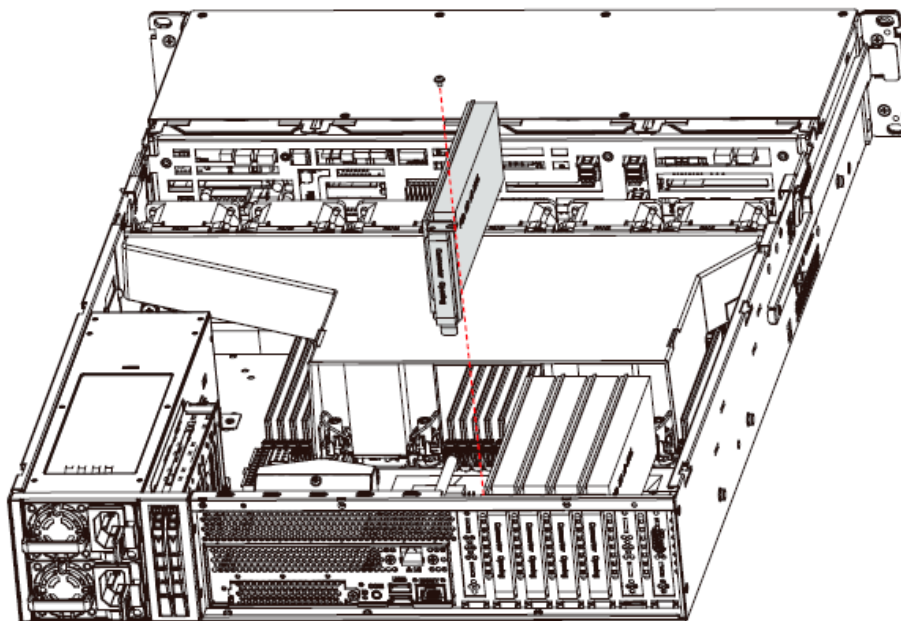

Рисунок 30 – Установка карты PCIe
- Выровняйте и вставьте карту с разъемом PCIe в соответствующий слот для карты (см. Рисунок 30).